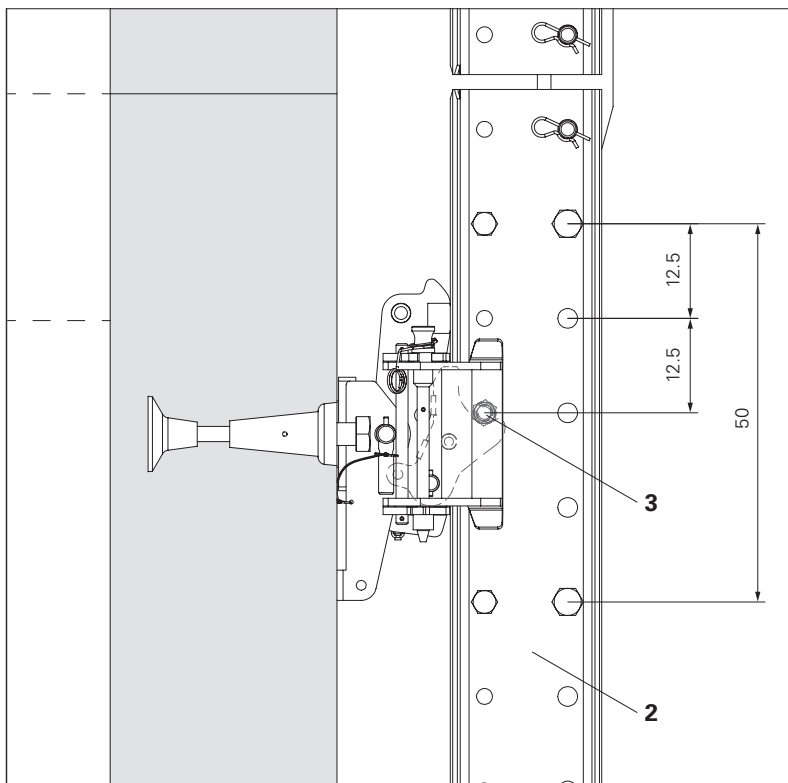

Fig. B1.03
Sulle guide di ripresa sono montati distanziatori a una distanza di 50 cm. E' possibile installare distanziatori M20-82 (3) aggiuntivi sulle guide di ripresa (2) come bulloni di ripresa. Questo consente di regolare l'altezza della cassaforma rampante e delle piattaforme di servizio con incrementi di 12,5 cm. (Fig. B1.03 + B1.04)